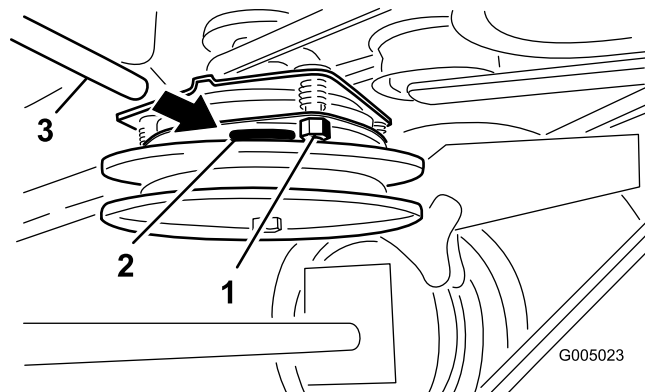

Figure 46
2. Serrez les contre-écrous jusqu'à ce que la jauge d'épaisseur fléchisse légèrement mais puisse bouger facilement dans l'entrefer (Figure 46).